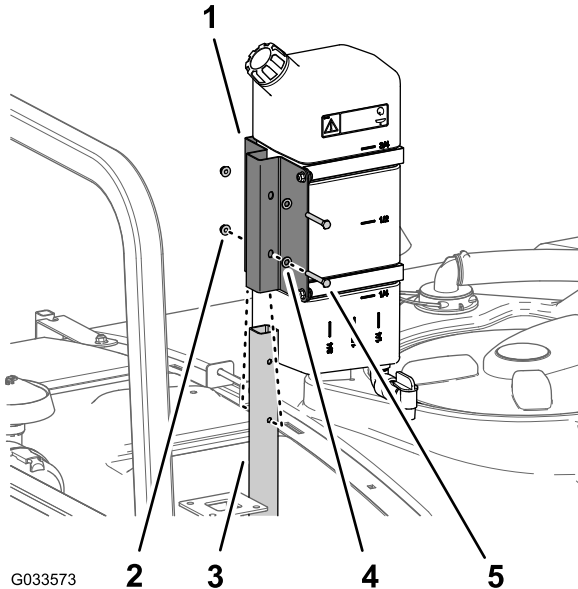

Figura 47
1. Montate il serbatoio d'acqua dolce e il supporto sul tubo di supporto con i 2 bulloni (5/16" x 2 1/4") e 2 dadi di bloccaggio flangiati (5/16") come illustrato nella Figura 47.